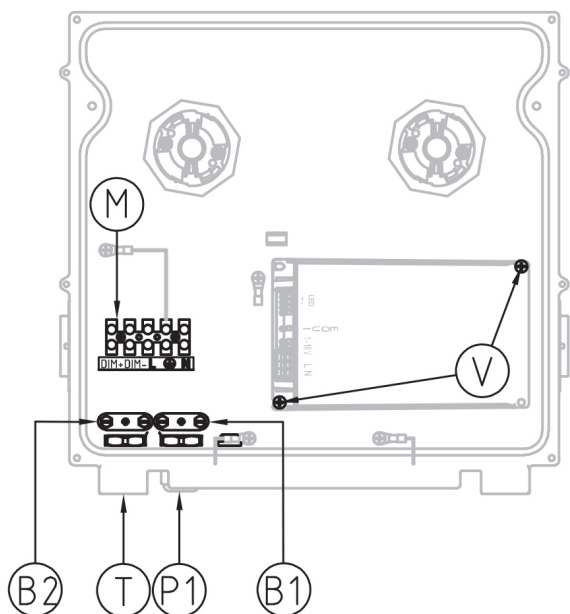

FIG. 17 NEXT 2 DALI electrical wiring CL.1
- **NEXT 2 Elektrischer anschluss DALI CL. I** (siehe **Abbildung 17**);